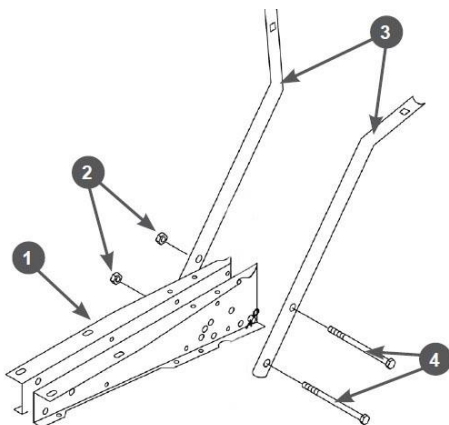

Рис. 6 Установка стоек рабочих рукояток
5. Установите стойки поз.3 рабочих рукояток на раму поз.1 (Рис. 6). Совместите отверстия в раме поз.1 и стойках поз.3 рабочих рукояток и вставьте в отверстия болты поз.4 и закрутите гайки поз.3 (Рис. 6).